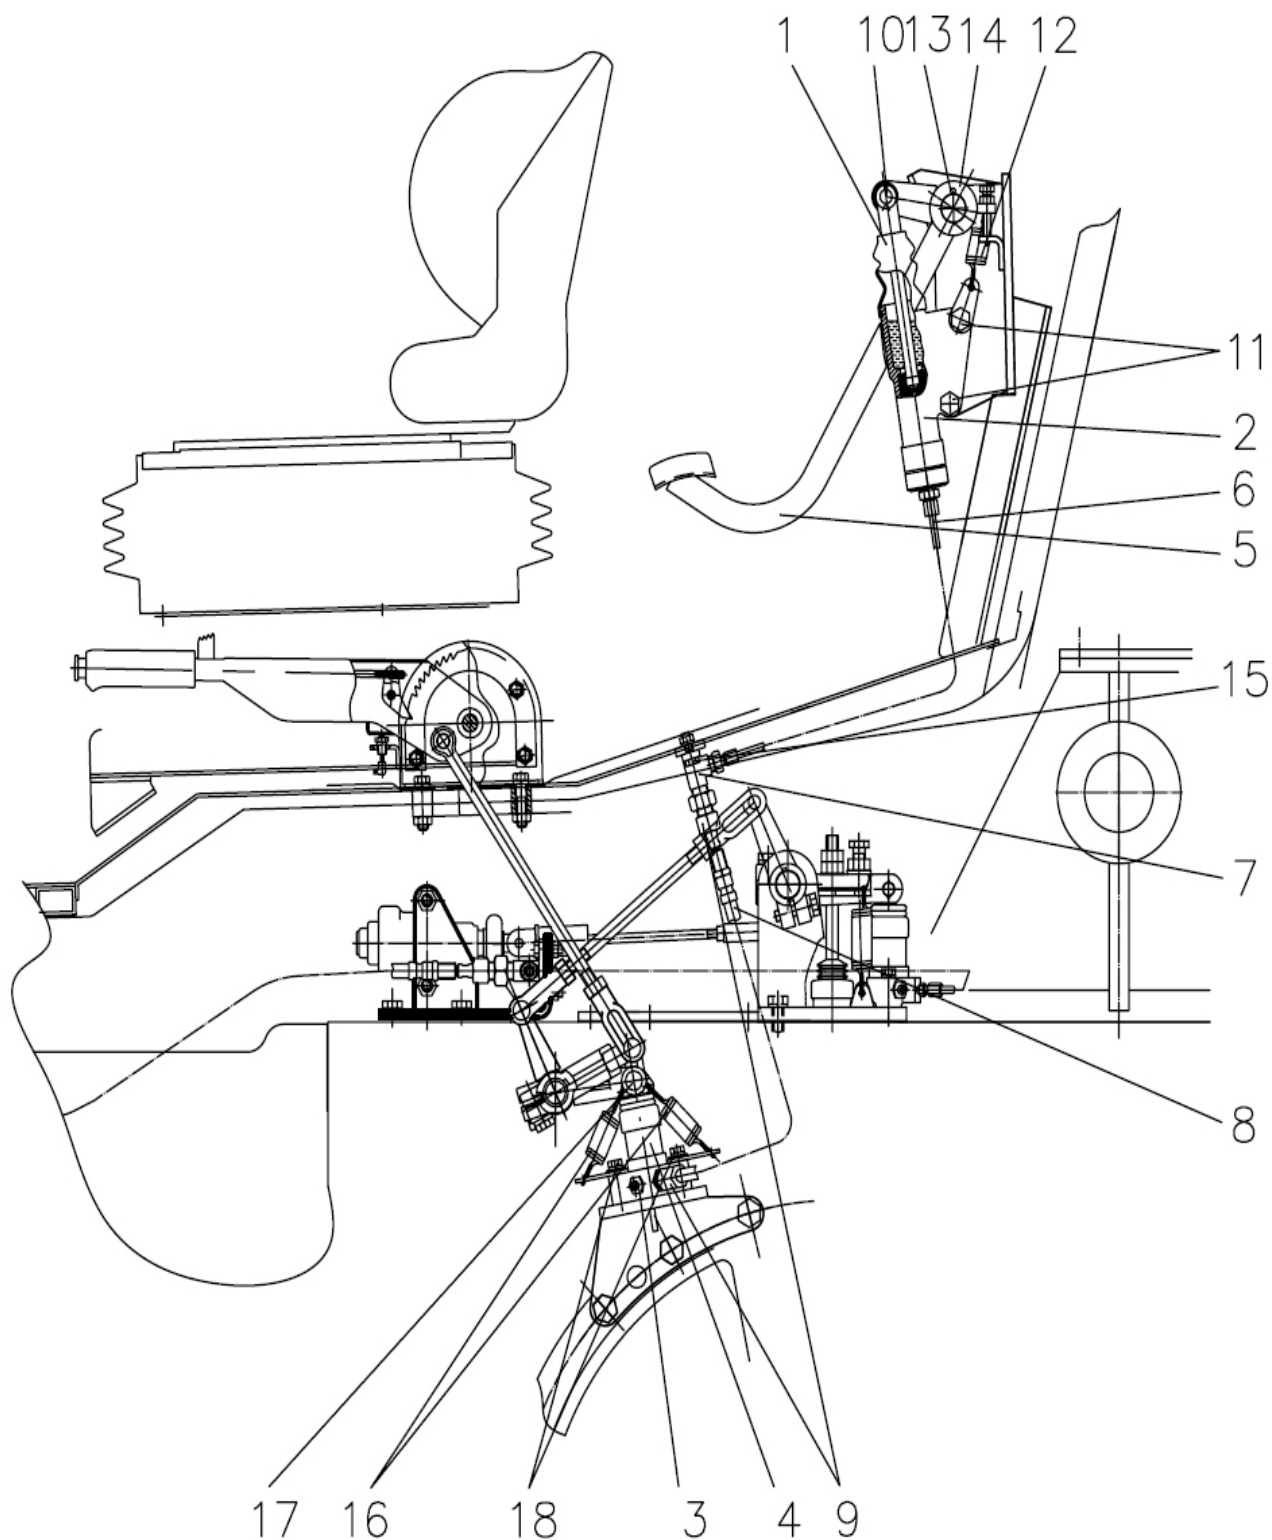

Рис.4.73 Управление тормозами на реверсе.
- 1.1) снимите чехол (1), (рисунок 4.73), главного цилиндра реверса (2);
- 1.2) снимите защитный колпачок со штуцера (3), (рисунок 4.73), рабочего тормозного цилиндра реверса (4);
1.3) наденьте на штуцер (3), (рисунок 4.73), один конец шланга, а другой конец опустите в пустой сосуд;
1.4) отверните штуцер (3), (рисунок 4.73), на $\frac{1}{2}$ оборота;
1.5) нажимайте на педаль (5), (рисунок 4.73), до тех пор, пока жидкость не будет полностью удалена из гидравлической системы на реверсе;
2.1) отсоедините трубопровод (6), (рисунок 4.73), между главным цилиндром реверса (2) и угольником (7), отвернув накладки гайки;
2.2) отсоедините рукав гибкий тормозов (8), (рисунок 4.73), между угольником (7) и рабочим тормозным цилиндром реверса (4), отвернув гайки (9);
2.3) извлеките шплинт и отсоедините толкатель главного цилиндра реверса (2), (рисунок 4.73), от педали (5), вынув палец (10);
2.4) снимите главный цилиндр реверса (2), (рисунок 4.73), с кабины трактора, отвернув два болта (11) и сняв пружину (12);
2.5) извлеките шплинт (13), (рисунок 4.73), и снимите с оси педаль (5) с шайбой (14);
2.7) снимите две возвратные пружины (16), (рисунок 4.73), извлеките шплинт и палец (17);
2.8) отверните два болта (18), (рисунок 4.73), и снимите рабочий тормозной цилиндр реверса (4);
Перед сборкой, трущиеся поверхности, главного цилиндра реверса (2), (рисунок 4.73), и рабочего тормозного цилиндра реверса (4) смажьте тонким слоем тормозной жидкости «Нева-М» ТУ 2451-053-36732629-2003.